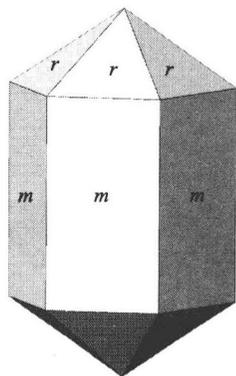

图 1-1 磷灰石晶体形态模型
**内容:**测量磷灰石晶体模型上(图 1-1)各晶面与晶面之间的面角,并得出各晶面的方位角与极距角,再用吴氏网进行各晶面的投影,最后在吴氏网上测量两晶面的面角。
#### 1. 磷灰石晶体模型的测量与投影(参见图 1-1)。